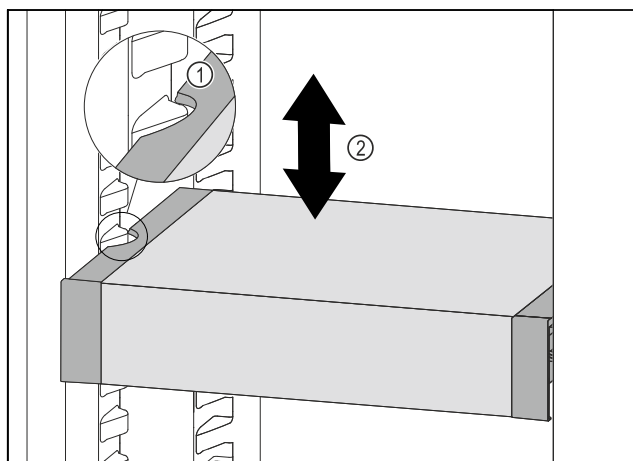

Fig. 143
- ▶ VarioSafe w chłodziarce przesunąć w górę lub w dół, aż zostanie osiągnięta żądana wysokość. Fig. 143 (2)